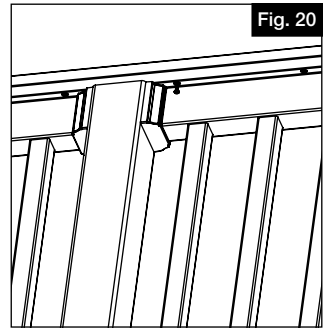

Fig. 20
- b. Introduzca los tornillos #10 de $\frac{3}{4}$ " desde la parte inferior del travesaño, centrados, a través de los agujeros ranurados y en el tablón (Fig. 20).